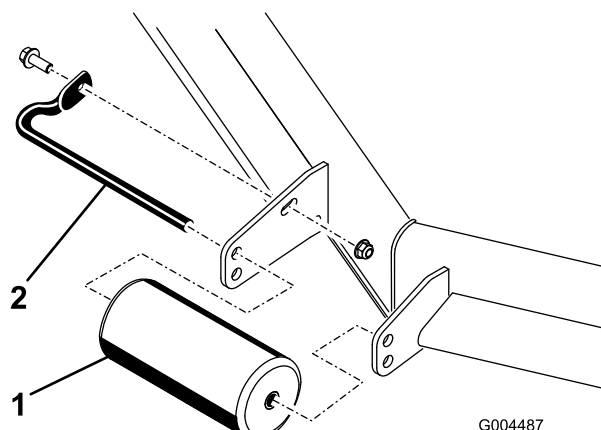
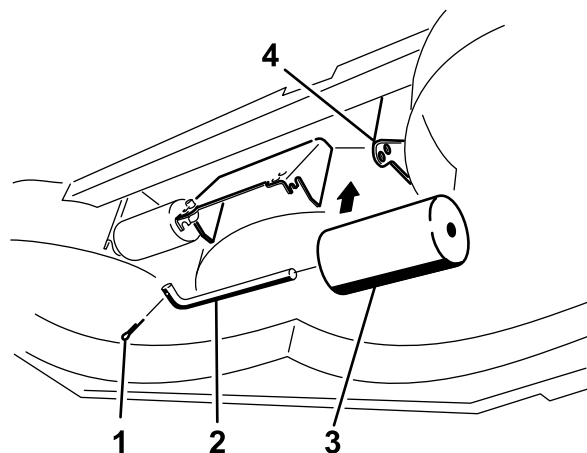

Рисунок 20
Рисунок 24
4. Снимите детали крепления каждого валика на деке газонокосилки и сдвиньте валики вверх или вниз по желанию (см. Рисунок 20 - Рисунок 24 в зависимости от модели газонокосилки).